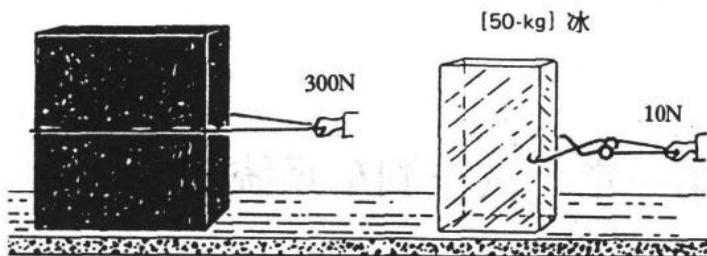

图 1-2 摩擦面材质与摩擦力之关系
- (2) 摩擦表面：粗糙的表面增加摩擦阻力。
(3) 摩擦面的材质：如图 1-2 所示，材质不同，摩擦系数亦不同，摩擦系数大的摩擦阻力大。